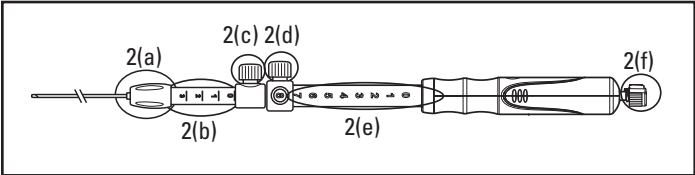

Figura 2.
- Compruebe que la aguja esté totalmente retraída y que su bloqueo de ajuste (figura 2(d)) esté fijado en la posición cero (figura 2(e)).
- Determine la longitud adecuada de la vaina respecto a la del ecoendoscopio. Utilice el bloqueo de ajuste de la vaina (figura 2(c)) para establecer la longitud deseada de la vaina y fijarla en su posición. Gire el bloqueo de ajuste de la vaina hacia la derecha para fijar la vaina en su posición. El extremo distal de la vaina debe ser visible en la imagen endoscópica.
Nota: los números de referencia y las marcas en el indicador de ajuste de la vaina (figura 2(b)) solo se muestran como orientación.
- Siga haciendo avanzar el dispositivo hasta que salga del ecoendoscopio y la vaina se pueda ver en la imagen endoscópica. Gire la conexión Luer (figura 2(a)) hacia la derecha para apretarla y acoplar el dispositivo al puerto del canal de trabajo del ecoendoscopio.
Nota: si es necesario ajustar la longitud de la vaina, afloje el bloqueo de ajuste de la vaina (figura 2(c)) y vuelva a colocarlo con el punto de referencia adecuado.
8. Ajuste la profundidad de penetración de la aguja a la posición deseada mediante el bloqueo de ajuste de la aguja (figura 2(d)). Para controlar la profundidad de la penetración de la aguja en el objetivo, gire el mando hacia la izquierda para aflojar el bloqueo de ajuste de la aguja. Alinee el bloqueo de ajuste de la aguja con el número de referencia adecuado en el mango del dispositivo. Para fijarlo, gire el bloqueo de ajuste de la aguja hacia la derecha.
Nota: los números de referencia del indicador de profundidad de la aguja (figura 2(e)) solo se muestran como orientación. Los números de referencia representan la extensión de la aguja (en centímetros) cuando el dispositivo está en posición recta.
10. Extraiga el estilete (figura 2(f)) del puerto de aspiración del dispositivo aflojando y tirando suavemente de este para sacarlo del mango del dispositivo.
Nota: el estilete se puede enrollar y sujetar mediante el mecanismo de presilla de la tapa del estilete (figura 2(f)). El estilete debe guardarse para realizar introducciones adicionales de la aguja durante un mismo procedimiento.
2. Conecte la jeringa suministrada al puerto de aspiración (figura 2(f)) del mango del dispositivo.
- Conecte la jeringa suministrada al puerto de aspiración (figura 2 (f)) del mango del dispositivo.